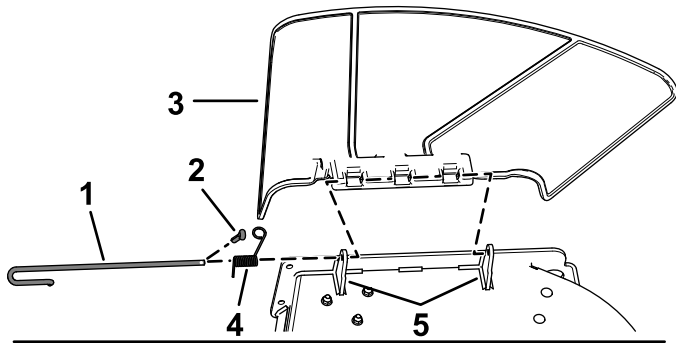

Bild 6
Splint (nur CE-Modelle), schieben Sie die Stange aus den geschweißten Mähwerkhalterungen, der Feder und der Grasleitvorrichtung (**Bild 6**).
- Nehmen Sie das Ablenkblech ab (**Bild 6**).